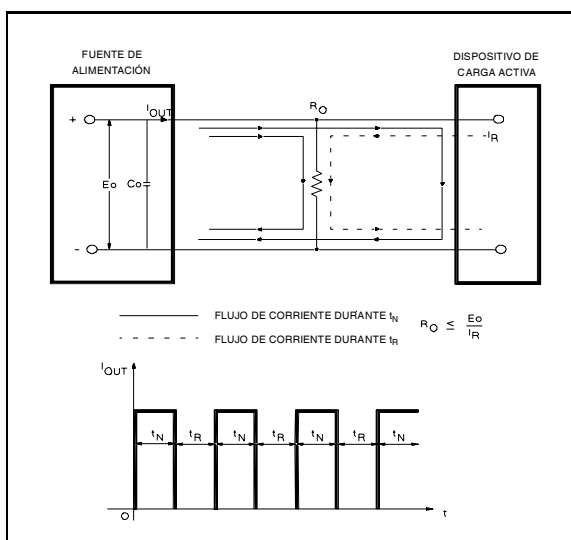

Figura 4. Solución para las cargas de corriente inversa
Corriente de retorno de +6 V. El circuito de protección de sobrecargas y cortocircuitos de la salida de +6 V reduce la limitación de la corriente de salida según se va reduciendo la tensión del terminal de salida. (En la Figura 4 se delimita el ámbito de funcionamiento de la salida de +6 V mediante unas líneas gruesas.) La corriente nominal máxima de salida es de 2,5 A y la limitación de corriente viene ajustada de fábrica para que funcione a $2,75 \text{ A} \pm 5\%$ cuando la salida es de 6 voltios. A tensiones de salida inferiores, el circuito reduce linealmente la corriente máxima de salida que se puede obtener hasta que haya un flujo de $1 \text{ A} \pm 15\%$ cuando se puentee la salida. No se puede ajustar la corriente de cortocircuito.
Durante el funcionamiento real de las salidas de ± 20 V y +6 V, si un cambio de la carga hace que se sobrepase la limitación de corriente, se encenderá el indicador LED de sobrecarga (OL). Si se producen condiciones de sobrecarga, las fuentes de ± 20 V protegerán la carga limitando la corriente a 0,55 A, y la fuente de +6 V protegerá la carga reduciendo simultáneamente la tensión y la corriente a lo largo del emplazamiento de retorno, tal y como se muestra en la Figura 4. Las fuentes de ± 20 V y +6 V se restablecen automáticamente, es decir, cuando se elimina o corrige la sobrecarga, la tensión de salida se restablece automáticamente al valor previamente ajustado.